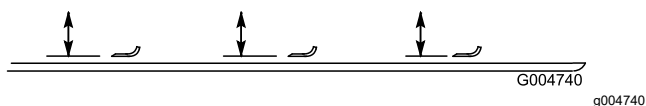

Рисунок 88
2. Поверните нож так, чтобы его концы были направлены вперед и назад, и измерьте расстояние между внутренней частью режущего блока и режущей кромкой в передней части ножа (Рисунок 88).